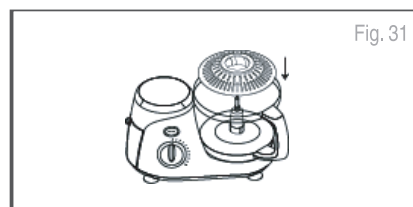

Fig. 31
2. Ubique el disco emulsionante sobre el sujetador de accesorios y presione firmemente para ajustarlo. (Fig. 31)